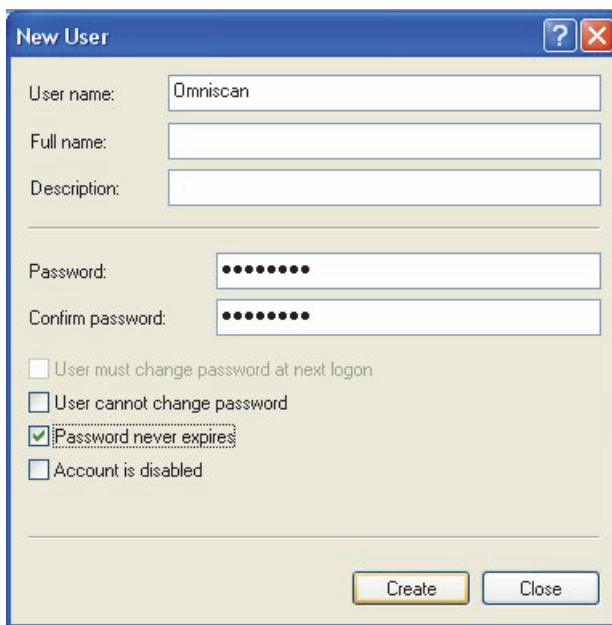

Рис. 7-12 Окно Новый пользователь (Windows XP)
5. В текстовом окне **User name** (Имя пользователя) в диалоговом окне **New User** (Новый пользователь) напечатайте **Omniscan**, соблюдая использование заглавных букв (см. Рис. 7-12 на стр. 206).